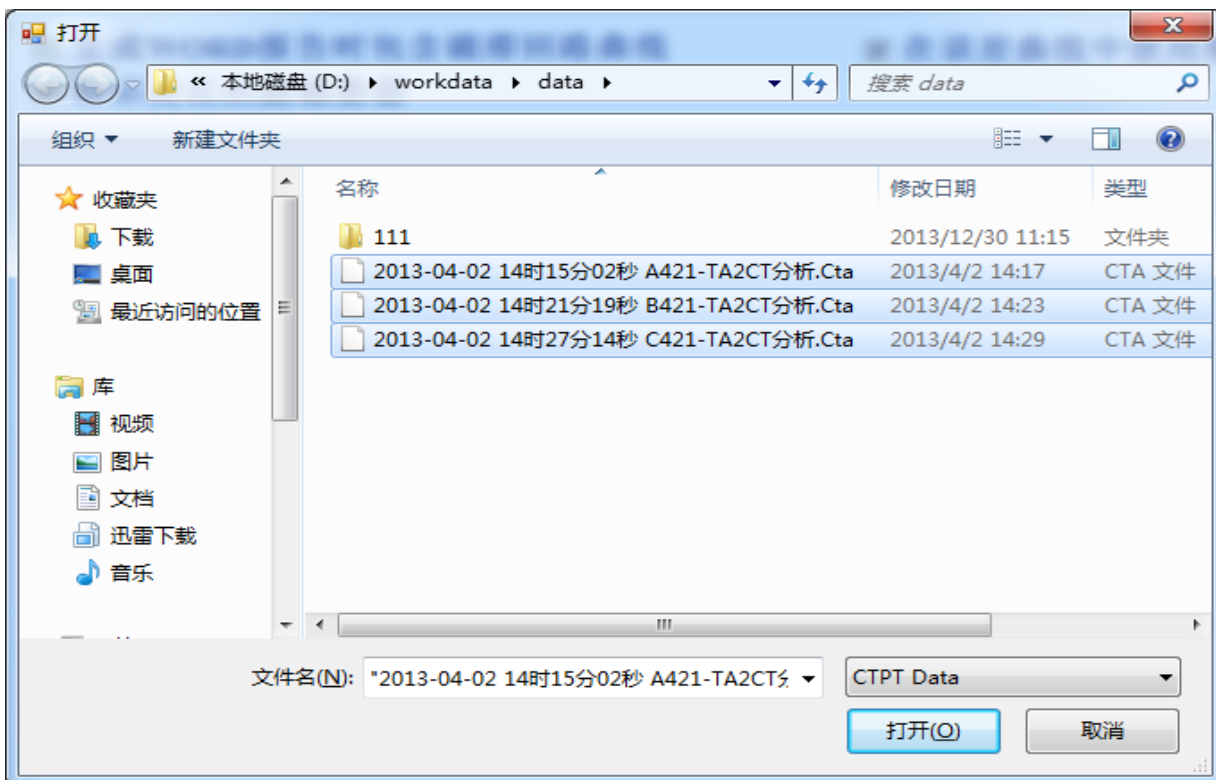

图 7.5 试验结果文件加载窗口
点击“添加文件”出现图 7.5 所示的试验结果文件添加窗口, 可以将试验
**注意：**图 7.5 所示窗口中可以通过鼠标同时选择多个文件